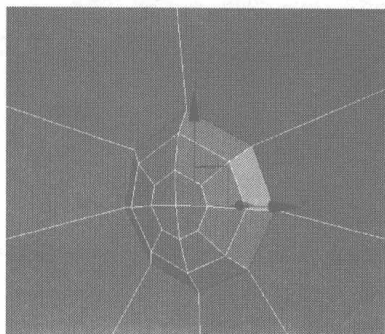
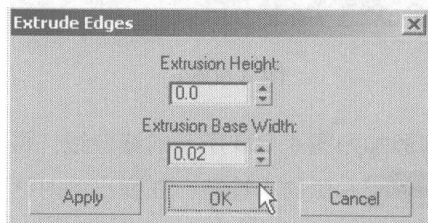

图 4.612
图 4.613
- 58** 在小按钮上继续添加、调整细分线后选择如图 4.612 所示边线，在 Edit Edges 卷展栏中单击 **Extrude** 右侧的小按钮，在弹出的对话框中设置挤压边线宽度的参数，如图 4.613 所示。